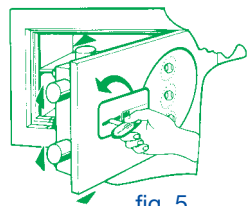

fig. 5
- Accionar la llave y hacer salir de sus alojamientos los pasadores (fig. 5), como para cerrar la caja fuerte.